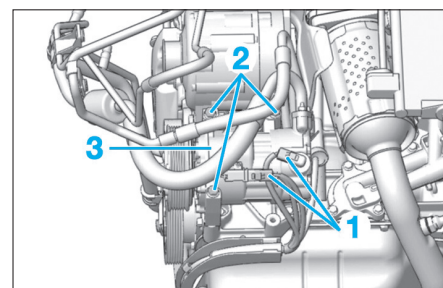

Fig. 11
- Débrancher les connecteurs (1) du compresseur de réfrigération (Fig.11).